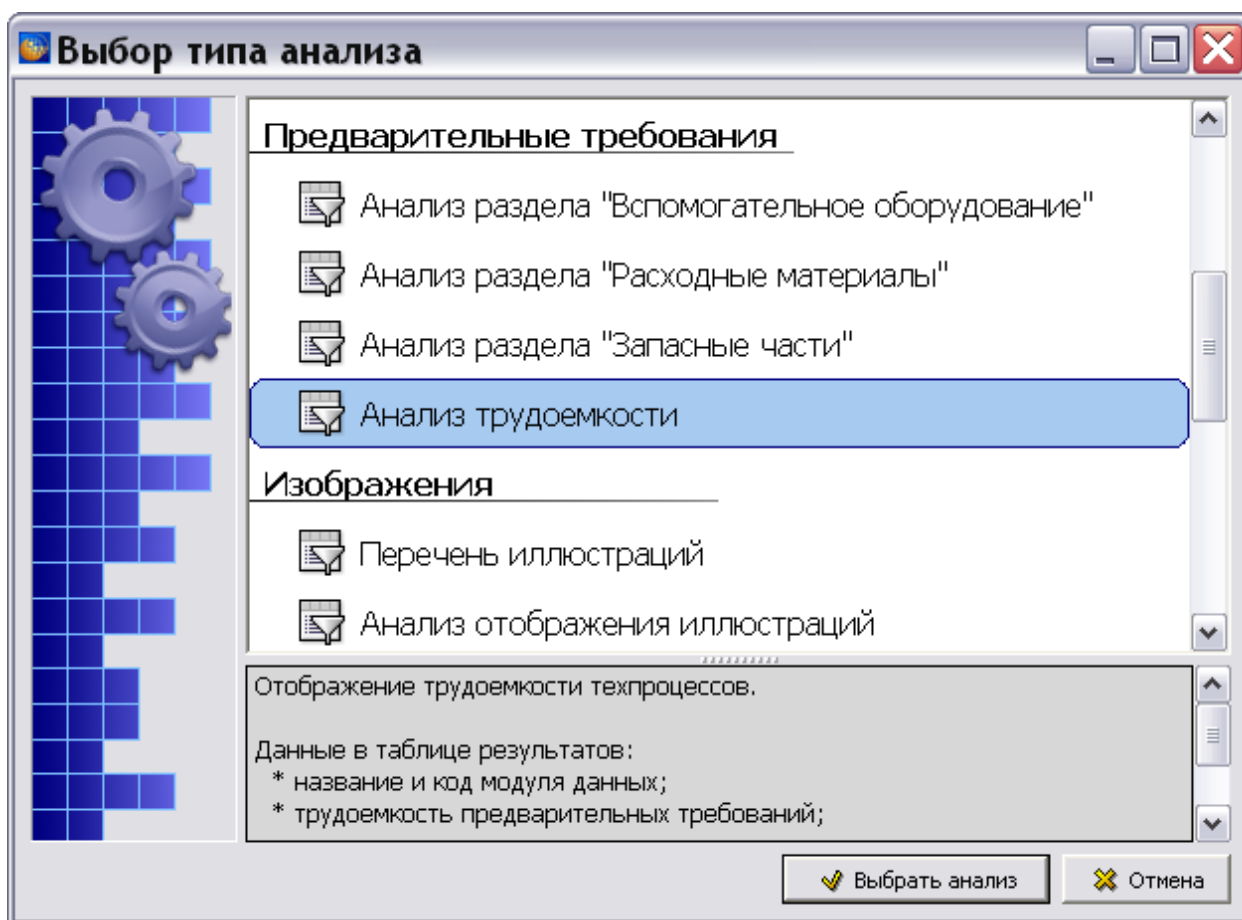

Рис. 21.127
1. В окне **Выбор типа анализа** выберите тип анализа «Анализ трудоемкости» (Рис. 21.127).